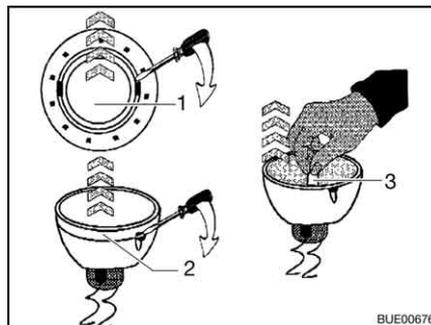

Bild 254 Halogenglühlampe wechseln
- Inneren Abdeckring (Bild 254,1) mit einem Schraubendreher vom Gehäuse lösen.
- Abdeckring mit der Glasscheibe (Bild 254,2) vom unteren Teil der Halogeneinbauleuchte mit einem Schraubendreher lösen.
- Halogenglühlampe (Bild 254,3) entfernen.